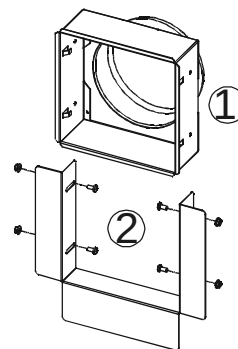

Abbildung 2– Einbau des Bausatzes
4. an der Innenseite der Wand, auf der Höhe Auslassstruktur (1), mit den vier mitgelieferten Schrauben und Muttern den Befestigungsbügelsatz (2) anbringen (Abb. 2)